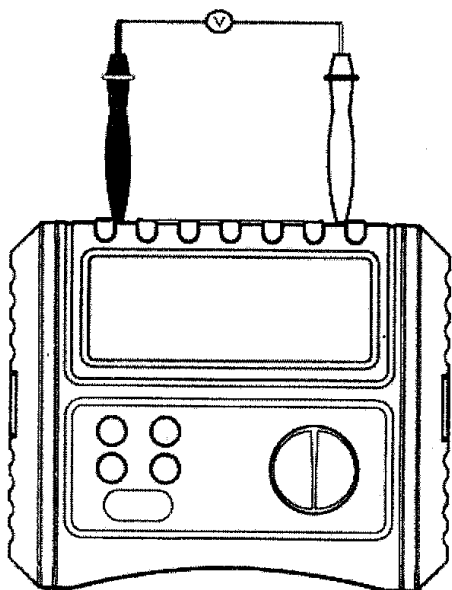

Fig. 5 Masurarea tensiunii/frecventei
(vezi fig.5)
1. Metoda 1 de conectare (vezi fig. 5)